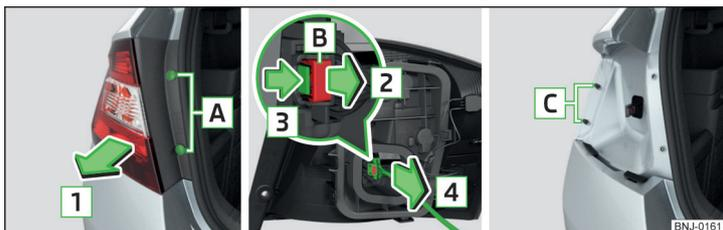
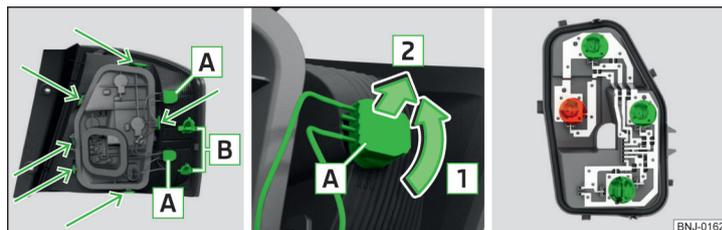

Abb. 195 Leuchte ausbauen / Stecker abziehen
Abb. 196 Äußerer Teil der Leuchte / Glühlampe herausnehmen / Lampenhalter
- Die Leuchte fassen und in Pfeilrichtung **1** » Abb. 195 vorsichtig von den Bolzen **C** abziehen.
- Die Verriegelung entgegen der Pfeilrichtung **2** » Abb. 195 sichern.
- Die Leuchte mit den Öffnungen **B** » Abb. 196 auf Seite 200 auf die Bolzen **C** » Abb. 195 in der Karosserie stecken.
- Die Fassung mit der Glühlampe **A** in Pfeilrichtung **1** drehen » Abb. 196.
- › Die Fassungen mit den Glühlampen **A** in Pfeilrichtung **1** drehen » Abb. 196.
- › Den Lampenhalter in mit Pfeilen gekennzeichneten Bereichen entriegeln » Abb. 196.